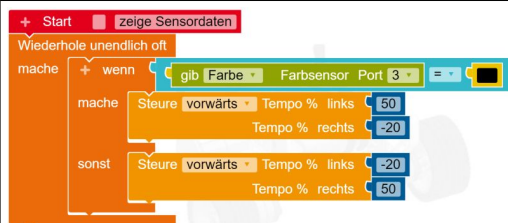

Abbildung 51 ¹⁾
21. Ändern Sie das Programm entsprechend der Abb. 51 ab.